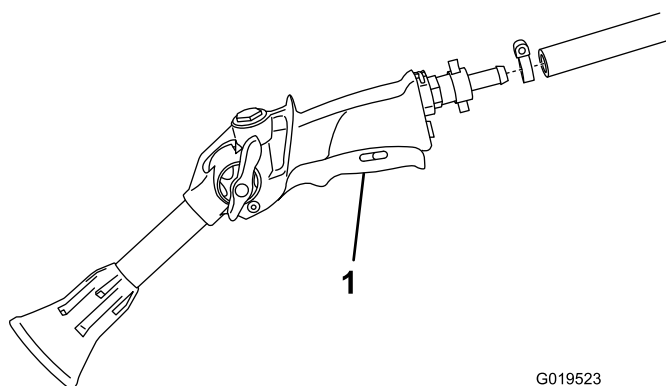

Figura 11
1. Collegare l'estremità libera del flessibile lungo al raccordo sulla pistola a spruzzo (Figura 11).